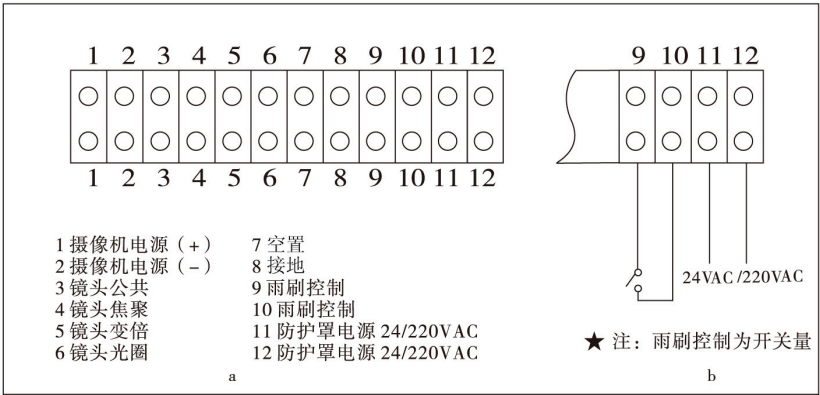

图 2
- (1) 如镜头可调节，请扩大至最大长度。
- (2) 滑动滑板，使摄像机、镜头与滑板在防护罩内处于最佳位置。（注意：当安装摄像机较小时，为了增加其高度，可将滑板反过来安装。）
- (3) 用螺钉固定滑板。
- 6. 将摄像机同步线连接，摄像机镜头线、电源线与接线端子连接。(见图 2)
- 7. 将控制设备电缆按要求在接线处对应连接。(见图 2)